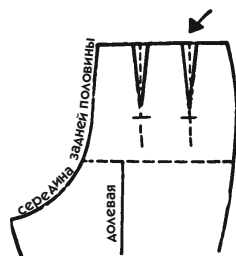

Рис. 769
3. **Задняя половина.** Разделите ширину лекала на 3 части (см. мелкий пунктир на рис. 769).
4. **Главная вытачка задней половины** расположена ближе к боковому срезу (толстая стрелка на рис. 769). Она имеет глубину 1,5 см при обхвате бедер 60 см.
- Начертите вытачку глубиной 2 см, а излишек (1 см) перенесите на вытачку переда (рис. 769).